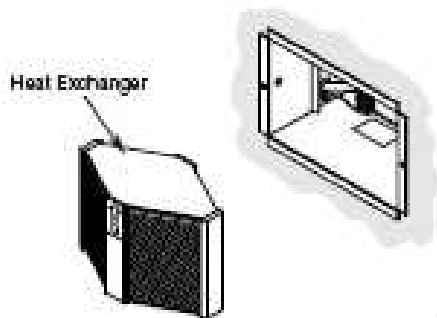

Fig. 14
5. Húzzuk ki a hőcserélőt a helyéről. Fig.14.